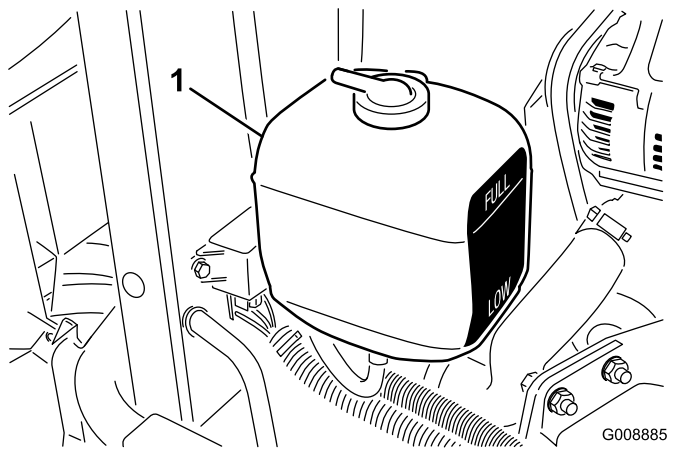

图 31
1. 检查膨胀水箱的冷却液液位 (图 31)。如果是已冷却的发动机冷却液液位大致应在油箱一侧的两个标记中间。